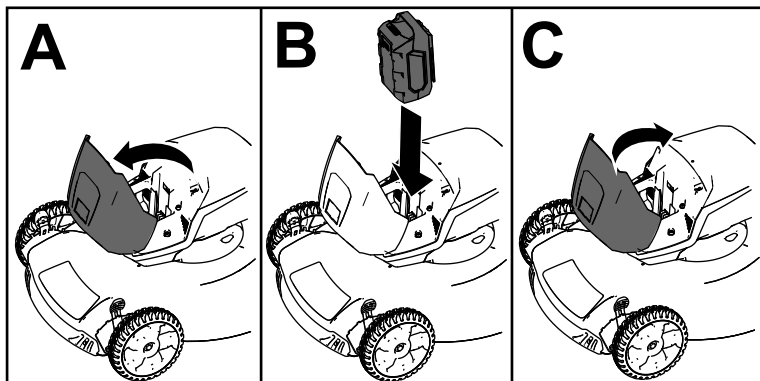

Figura 8
2. Eleve a tampa do compartimento da bateria (A de Figura 8).
3. Alinhe a cavidade da bateria com o ressalto na máquina e deslize a bateria para o compartimento até que encaixe no sítio (B de Figura 8).
4. Feche a tampa do compartimento da bateria (C de Figura 8).